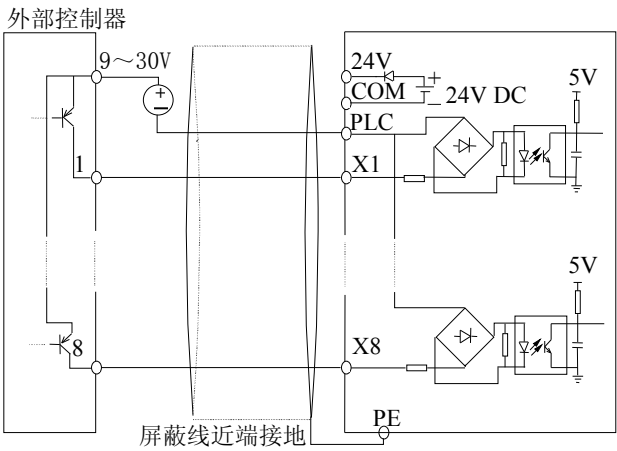

图 2-19 使用外部电源的漏极连接方式
4) 使用外部电源的漏极连接方式（注意去除PLC与24V端子间的连接线），如图2-19所示。